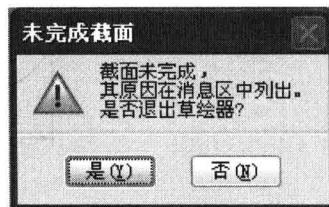
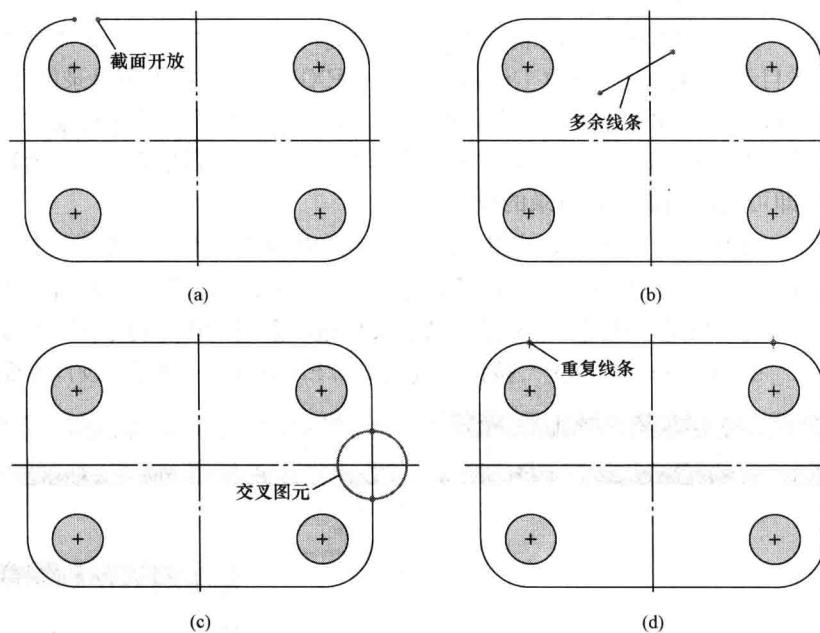

图 1-9 【未完成截面】对话框
图 1-10 截面未完成示例
(6) 拉伸特征创建失败的原因。当完成草绘截面, 单击草绘工具栏中的“完成”按钮 后, 弹出如图 1-9 所示的【未完成截面】对话框时, 可在“信息提示区”查看截面未完成的原因: ①截面不封闭, 如图 1-10 (a) 所示; ②截面轮廓中存在多余的线条, 如图 1-10 (b) 所示; ③截面线条相互交叉, 如图 1-10 (c) 所示; ④截面存在重复线条, 如图 1-10 (d) 所示。